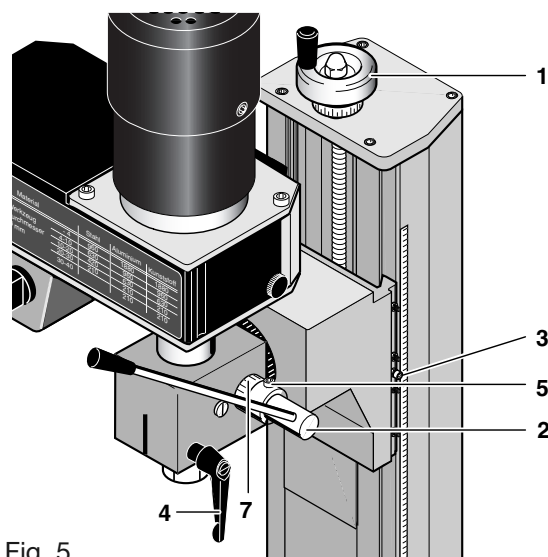

Fig. 5
4.1	Höhenverstellung der Spindel, bzw. des z-Schlittens (Fig. 5)